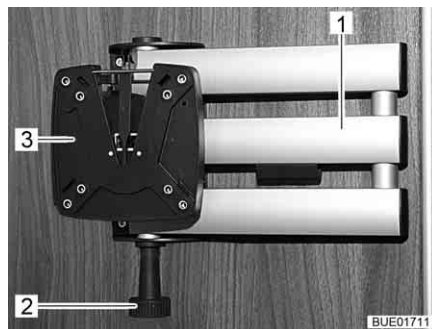

Bild 75 Fäste med ledad arm
- Dra i låsknappen (Bild 75,2). Den ledade armen (Bild 75,1) är upplåst.
- Vrid tillbaka den platta bildskärmen till utgångsläget, tills fästet (Bild 75,3) hakar hörbart fast i låset.